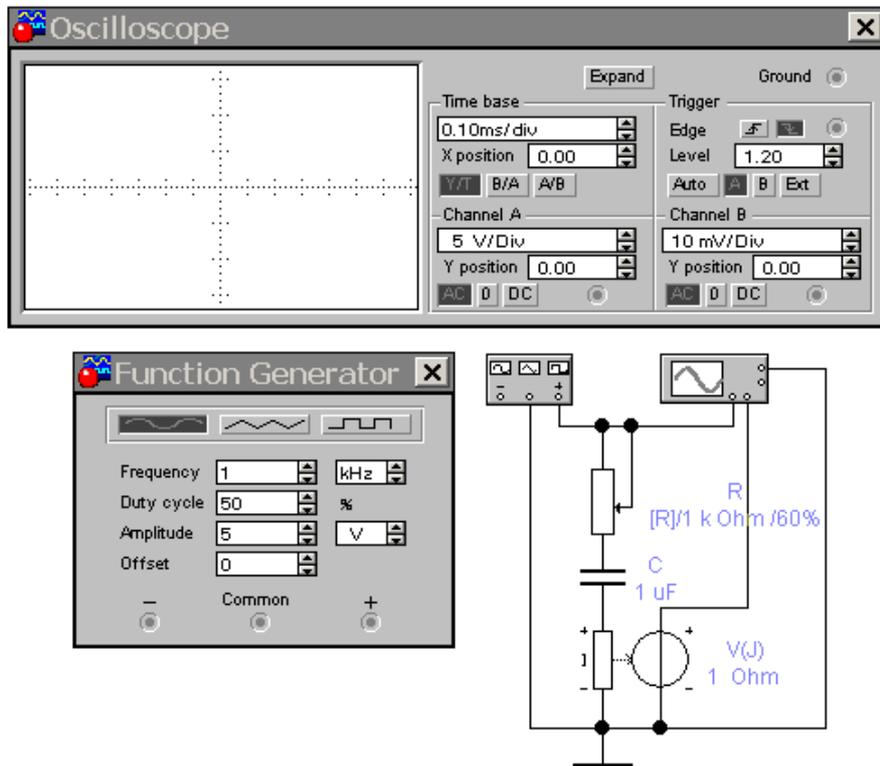

Рисунок 5.5 – Схема анализа RC цепи на переменном сигнале
5.2.2 Открыть файл rgs.ewb со схемой, показанной на рис. 5.5.